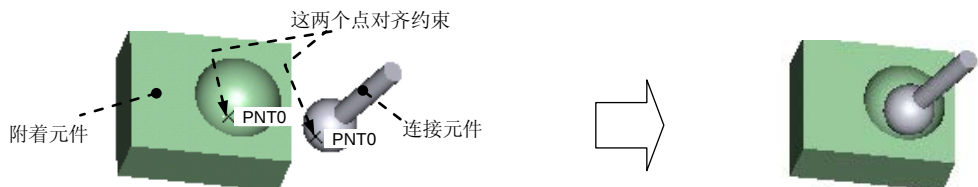

图 12.2.6 球 (Ball) 接头
球接头如图 12.2.6 所示, 在这种类型的接头中, 连接元件在约束点上可以沿任何方向相对于附着元件旋转。球接头只能是一个点对齐约束。球接头提供三个旋转自由度, 没有平移自由度。
Step3. 创建球接头。在约束集选项列表选取  **球** 选项, 单击操控板菜单中的 **放置** 按钮, 分别选取图 12.2.6 中的两个点。